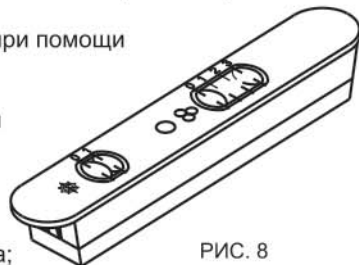

РИС. 8
7.2.1. Ползунковый переключатель (рис. 8).